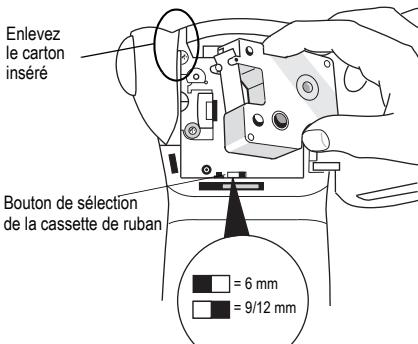

Figure 3
2. Vérifiez que le bouton de sélection de la cassette est réglé sur 9/12 mm. Voir Figure 3. Un cran situé sur la cassette s'adapte au bouton lorsque la cassette est positionnée convenablement.
Lors de la première utilisation de l'imprimante, enlevez le carton de protection qui se trouve entre la tête d'impression et le galet presseur. Voir Figure 3.